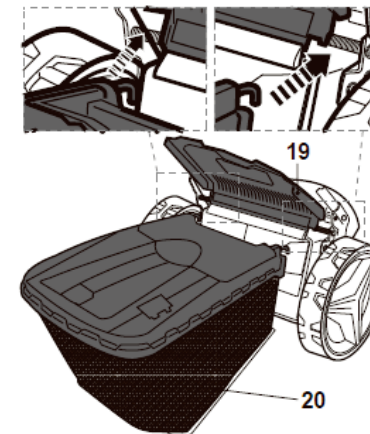

Fig. 7
1. Retirer les caches des crochets du collecteur d'herbe (20).
2. Ouvrir le déflecteur arrière (19), le maintenir en position et aligner les crochets du collecteur d'herbe (20) sur les axes pour y accrocher le collecteur (Fig. 7).